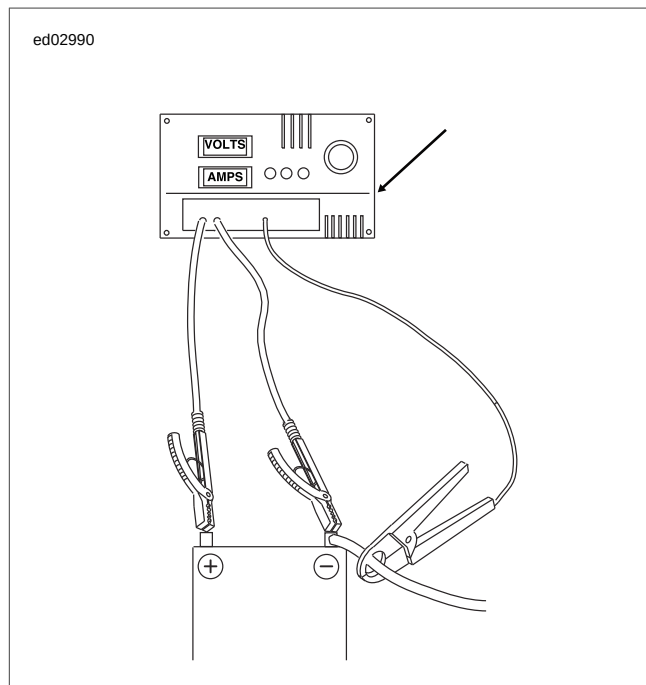

Figura 1-21. Comprobación del consumo de corriente (interruptor de encendido activado)
1. Vea Figura 1-21. Para detectar esta condición, coloque el captador de inducción del probador de carga o el captador de la sonda de prueba de consumo de corriente sobre el cable negativo de la batería.
1. Vea Figura 1-21. Conecte el probador de carga.
4. Vea Figura 1-21. Después de quitar la carga, lea el medidor de voltaje del probador de carga.